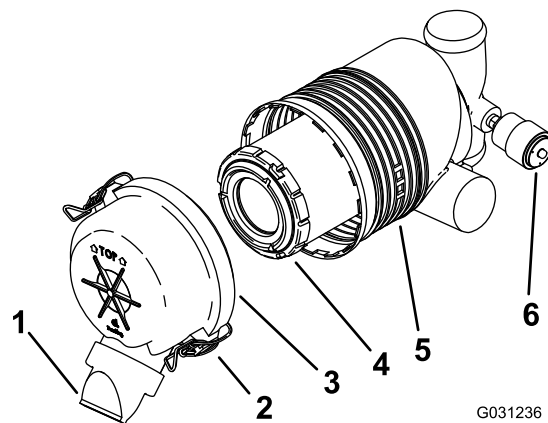

Figura 41
Importante: Sostituite il filtro dell'aria solo quando la spia di servizio è rossa (**Figura 41**). Sostituendo il filtro dell'aria prima del necessario si aumenta il rischio che la morchia entri nel motore quando si toglie il filtro.
5. Rilasciate i dispositivi di fermo del filtro dell'aria e togliete il coperchio dal corpo del filtro (**Figura 41**).
- Se l'indicatore di servizio è pulito, montate la copertura del filtro dell'aria con il coperchietto antipolvere orientato verso il basso e fissate i fermi (**Figura 41**).
1. Estraiete con cautela il filtro dal corpo del filtro dell'aria (**Figura 41**).
3. Montate il filtro con attenzione (**Figura 41**).
- Montate la copertura del filtro dell'aria con il coperchietto antipolvere orientato verso il basso e fissate i fermi (Figura 41).